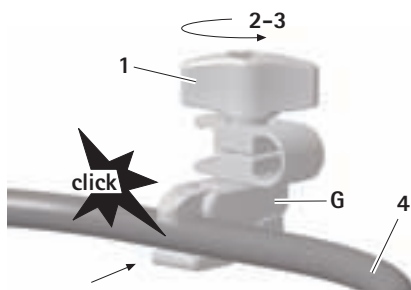

Fig. 6
- Encliqueter la pince de fixation **G** dans la position souhaitée sur le cadre **4** (BV814R/BV815R), voir Fig. 6.